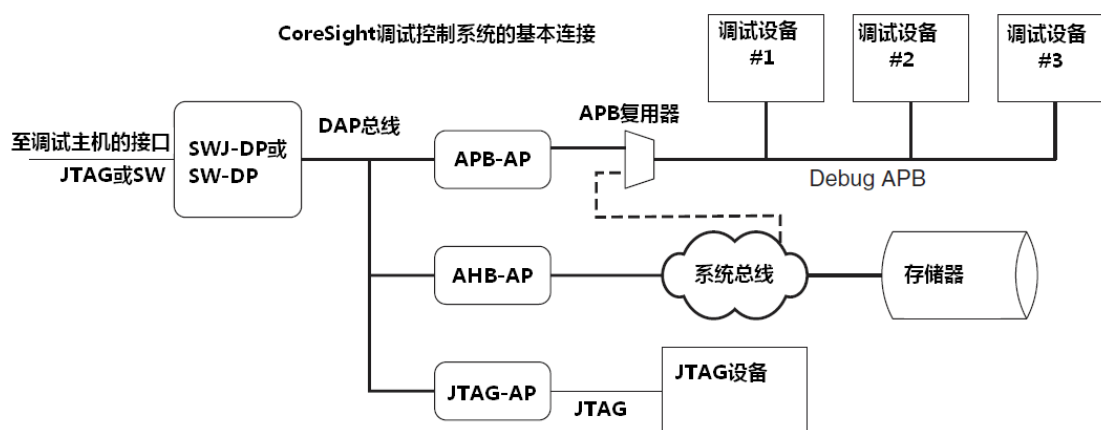

图 15.2 CoreSight 系统设计概念图
- 调试组件所需的空间挤到了系统的存储器映射中。而在标准的 CoreSight 系统中，是为调试总线另开了一个地址空间的。例如，在 CoreSight 系统中，系统连接的概念图如图 15.2 所示：